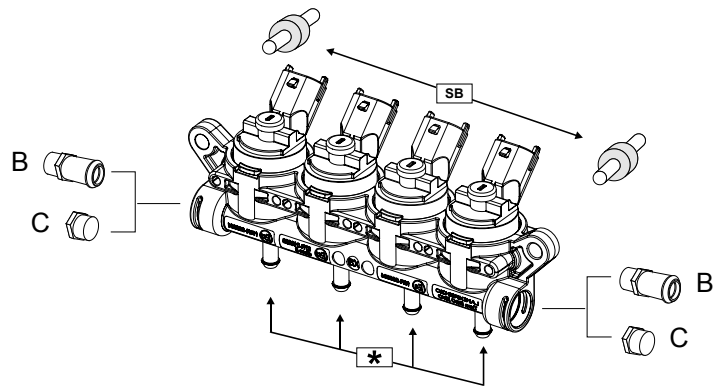

Рис. i1
- Патрубок для впуска газа В и пробка С могут устанавливаться на блок инжекторов в произвольном порядке, чтобы обеспечить наилучшее соответствие компоновке трубопроводов (рис. i1).
- Блок инжекторов должен всегда надежно закрепляться на неподвижном компоненте транспортного средства с использованием входящих в комплект поставки сайлент-блоков (SB, рис. i1), гаек и болтов и имеющих подходящую форму кронштейнов. Монтажные кронштейны следует изогнуть в соответствии с выбранными точками крепления. Блок инжекторов не следует устанавливать рядом с выхлопными коллекторами или катализатором.